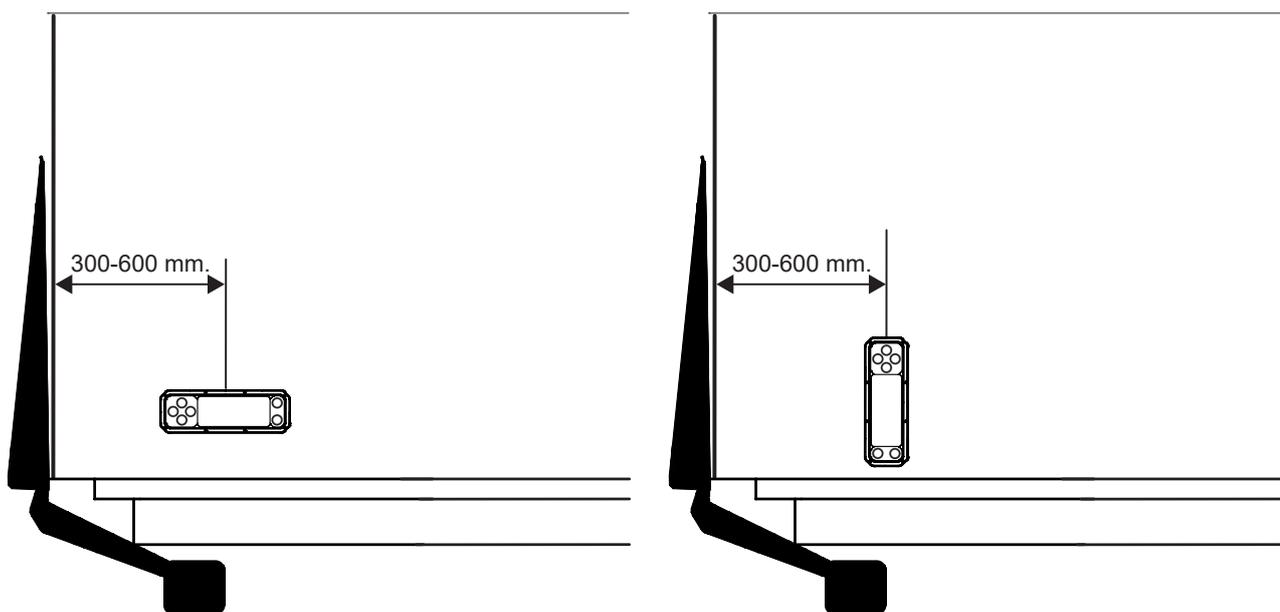

Figura 66. Montaje del actuador
5. A continuación, monte el actuador en el armario. Véase la Figura 66